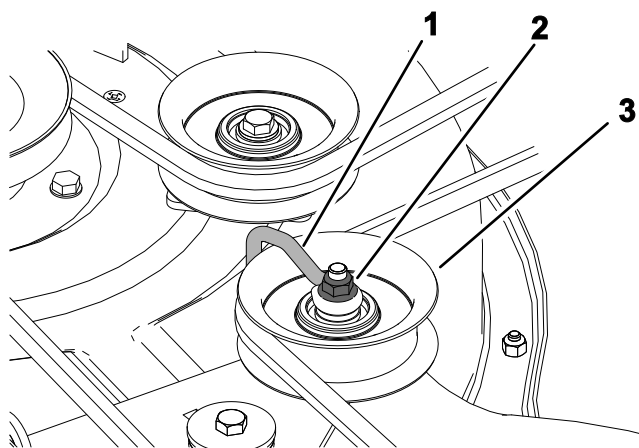

Bild 56
6. Lösen Sie an gestanzten Mähwerken die Mutter, mit der der Drahtbügel an der Spannscheibe befestigt ist (Bild 56).
- Hinweis:** Positionieren Sie den Drahtbügel gegen den Spannarm, wie in Bild 56 dargestellt.